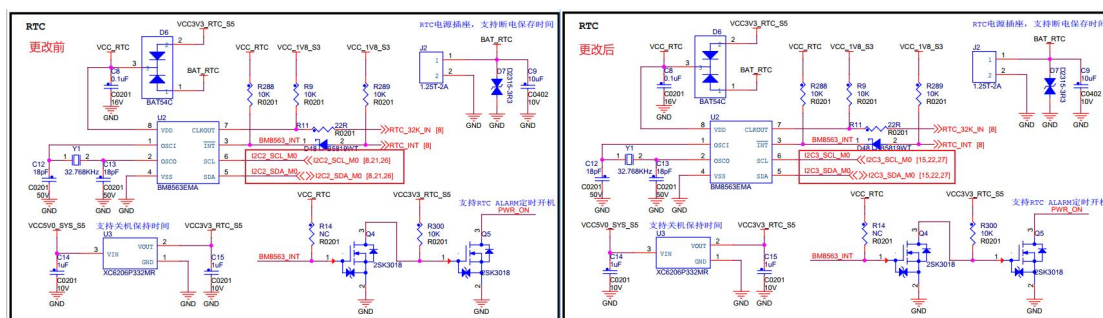

图 1
1. 由于 i2c2 的 rtc i2c addr 0x51 与 mipi eeprom 的 i2c addr 有冲突，把 rtc 的改为 i2c3，更改前后对比如图 1 所示。